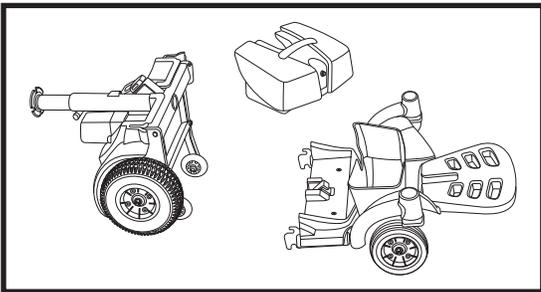

Figura 9. Posizionamento parte posteriore
1. Far ruotare la parte posteriore della Go-Chair sulle ruotine anti-ribaltamento. **Vedere figura 9.**